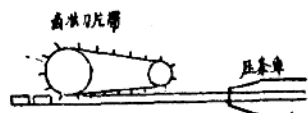

图4 自动切块机示意图
(2) 自动切块机(图4) 自动切块机的原理为自压条車出来的皂条，推动齿状刀片带，同时由于齿状刀片带的轉动，使刀片逐漸下落，把肥皂条切断。此外有1/2匹馬达一台，